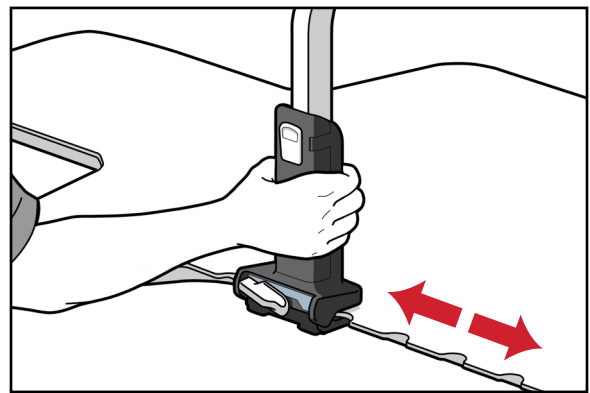

Fig. 8
2. Para el ajuste horizontal, desbloquee cada pinza del puente, deslice el puente hasta la ubicación deseada en el dispositivo y, a continuación, vuelva a bloquear la pinza. (Figs. 8 y 9)